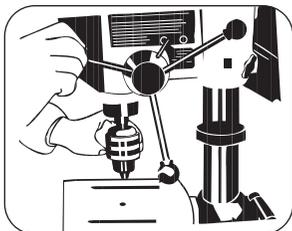

FIGURA 8.8
- Posicione a alavanca para baixo para que o mandril pressione contra o pedaço de madeira até que sejam acoplados. (Figura 8.8)